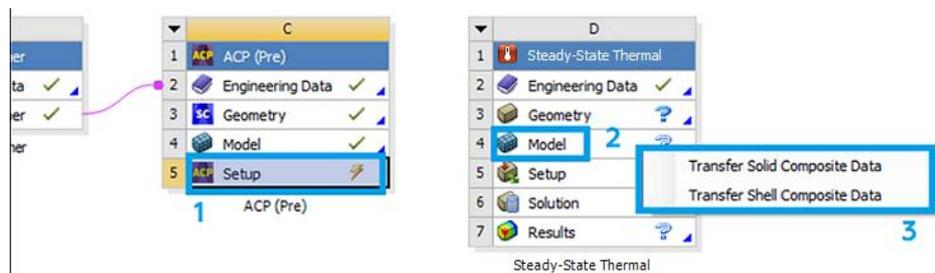

Рис. 26. Импорт данных в Steady-State Thermal
14. Зажимаем ЛКМ блок *Setup* (1) в модуле *ACP (Pre)* и перетаскиваем его на блок *Model* (2) в модуле *Steady-State Thermal*. После этого появляется окно с двумя вариантами (рис. 26): первый переместит твердотельную модель (есть возможность анализировать каждый слой выбранного сегмента, но может понадобится повторно создать контактные области), а второй переместит тонкостенную оболочку (нет возможности анализировать каждый слой отдельно). После выбора первого варианта нажимаем ПКМ на *Setup* (1) в модуле *ACP (Pre)* и выбираем *Update*.